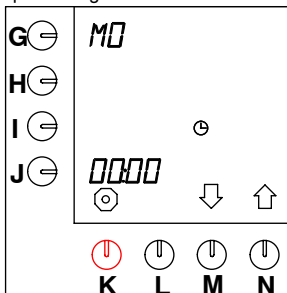

Fig. 32 Giorno e ora correnti
- Premere il tasto di selezione (N.)↑ fino a che sullo schermo viene visualizzato quanto illustrato nella fig. 32 (*Giorno e ora correnti*)
- L'impostazione dell'ora accanto al tasto di programmazione inizia a lampeggiare (vedere fig. 32).